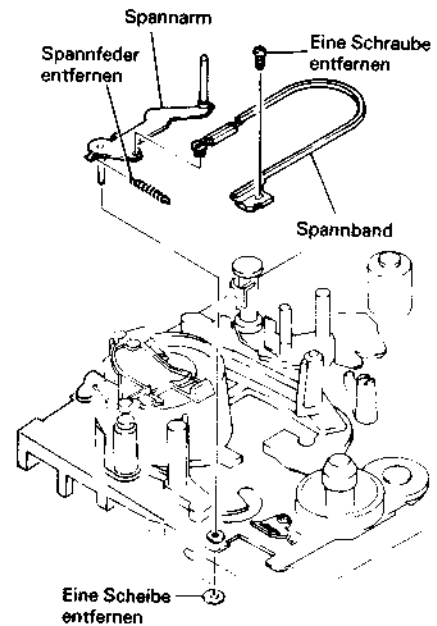

Abb. 2.82 Ausbau des Spannarmes und des Spannbandes
Ausbau des Spannarmes und des Spannbandes (Abb. 2.82)
2. Eine (1) Scheibe entfernen (siehe Abb. 2.82).
4. Eine (1) Befestigungsschrauben des Spannarmes und des Spannbandes lösen.
2. Den Spannarm und das Spannband entfernen (siehe Abb. 2.82).